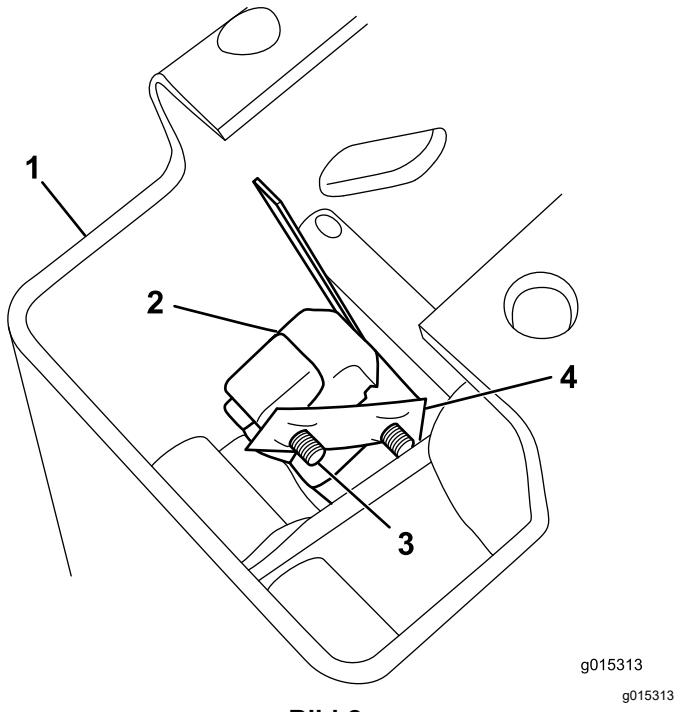

Bild 2
4. Montieren Sie den Schalter mit zwei Schrauben (Nr. 4 x $\frac{3}{4}$ ') und der Blechmutter an der rechten Seite des Ganghebels (Bild 2).